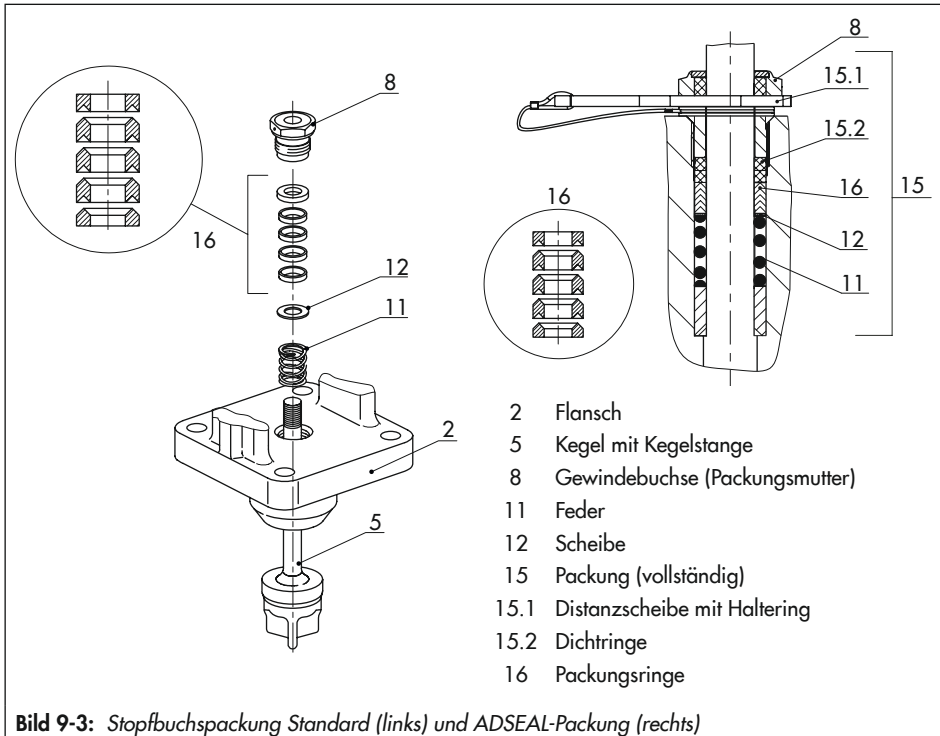

Bild 9-3: Stopfbuchspackung Standard (links) und ADSEAL-Packung (rechts)
9. Stopfbuchsteile mit einem geeigneten Werkzeug vorsichtig über die Kegelstange in den Packungsraum einschieben. Korrekte Anordnung beachten, vgl. Bild 9-3.
10. **Verteilventil <DN 32:** Kegel (5) fest in den unteren Sitz (141) drücken.
4. Rote Distanzscheibe (15.1) zwischen Gewindebuchse (8) und Haltering einfügen, vgl. Bild 9-3.
9. Stopfbuchsteile mit einem geeigneten Werkzeug vorsichtig über die Kegelstangenverlängerung in den Packungsraum einschieben. Korrekte Anordnung beachten, vgl. Bild 9-3.
10. Flansch mit Schrauben (32) und Muttern (33) befestigen. Anzugsmomente beachten.
11. Gewindebuchse (8) einschrauben und festziehen. Anzugsmomente beachten.
12. Kontermutter (10) und Kupplungsmutter (9) lose auf Kegelstange schrauben.